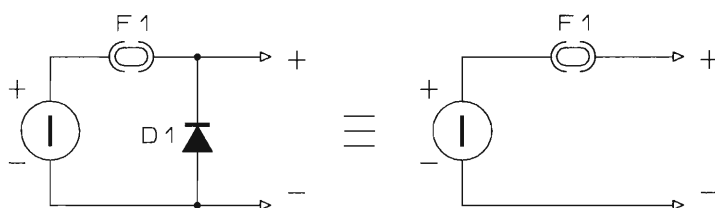

figura 3b - Alimentazione con polarità inversa.
– se le polarità del generatore sono applicate in modo errato (cioè rovesciate, figura 3b) il diodo D1 viene polarizzato direttamente, quindi conduce e crea un cortocircuito a valle del fu-